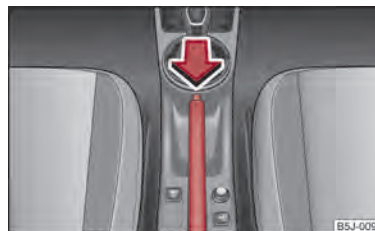

Fig. 84 Consola centrală: Frâna de staționare
- Acționați maneta frânei de mână puțin în sus și în același timp apăsați butonul de blocare ⇒ fig. 84.